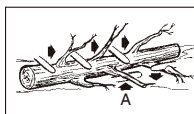

Fig. 12
El desramado de un árbol es el proceso de quitar las ramas de un árbol caído. No retire las ramas de apoyo (A) hasta después de haber dividido (cortado) el tronco en longitudes (Fig. 12). Las que estén en tensión, se deben cortar desde abajo hacia arriba para evitar atascar la motosierra.